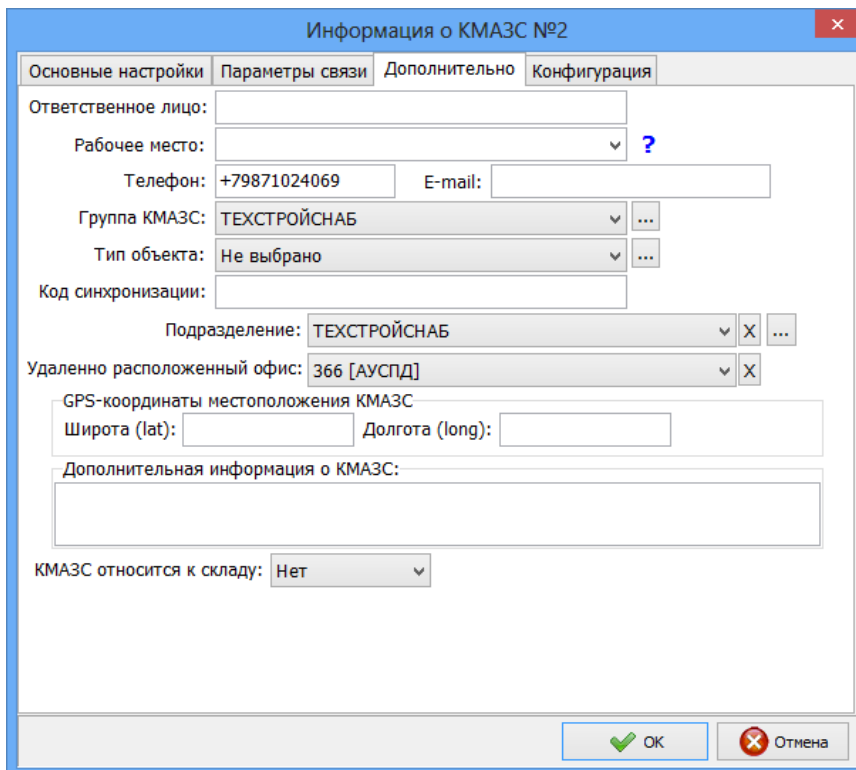

Рис.3
1.4 Щелкнуть на КМАЗС, который будет обслуживаться в УО / или создать новый контроллер (рис.3) и на закладке «Дополнительно» (окно «Информация о КМАЗС») выберите удаленно расположенный офис.